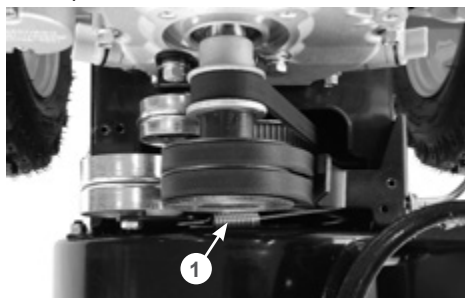

**Рис. 7 Крепление оболочки троса включения шнеков**
- закрепите оболочку 3 троса в кронштейне 1 на задней стороне панели, как показано на Рис. 7, и закрутите гайки 2, не затягивая их.
растянута на 0,5 - 1 см (Рис. 8). При необходимости, отрегулируйте трос с помощью гаек 2 (Рис. 7). После регулировки затяните гайки;